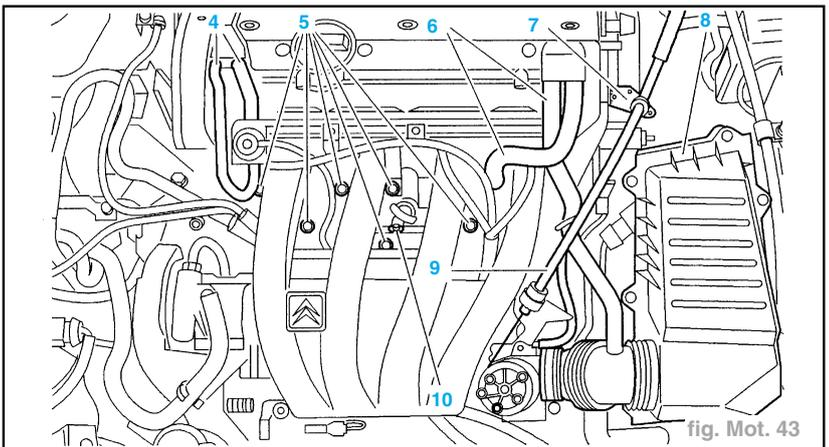
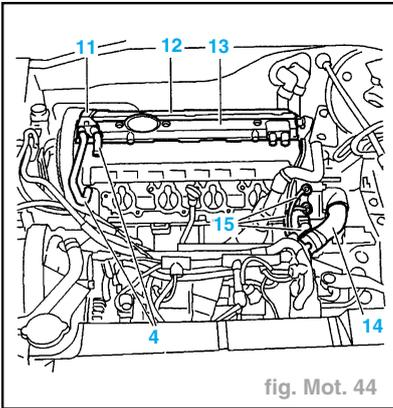

fig. Mot. 43
fig. Mot. 44
- Désaccoupler (fig. Mot. 43) :
- le filtre à air (8).
- la câble d'accélérateur (9).
- les tubes de recyclage des vapeurs d'huile (6).
- les durits (4) sur la rampe d'injection de carburant.
- Déposer la vis (10).
- les fixations (5) du répartiteur d'air (6) vis et 2 écrous).
- Déclipper les éléments du support (7).
- Déposer le couvercle (11) (fig. Mot. 44).
- Écarter les durits de carburant (4).
- Déconnecter le boîtier des bobines d'allumage (12).
- le boîtier des bobines d'allumage (12).
- les couvercles (13).
- la durit encliquetable (14).